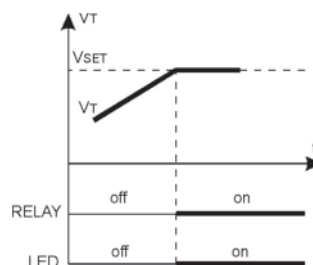

Fig.6
Il dispositivo alimenta due potenziometri esterni uno con la funzione di TRASDUTTORE (T) rileva la quota ed uno con la funzione di SET (S) che fissa il valore della quota a cui fare avvenire l'intercettazione (eccitazione del relé RA) fig. 6.
The device supplies two external potentiometers; the first performs as TRANSDUCER (T) measuring the position of the slider potentiometer; the second performs as SET (S) fixing the value at which the interception takes place (RA relay change over) fig. 6.